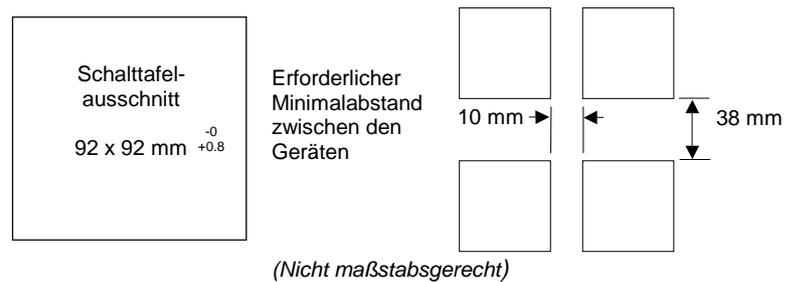

Abbildung F-2: Schalttafel-ausschnitt und erforderlicher Mindestabstand
1. Bereiten Sie den Schalttafel-ausschnitt nach den Angaben in Abbildung F-2 vor. Achten Sie darauf, dass Sie die nötigen Abstände zwischen den Geräten einhalten. Lassen Sie genügend Platz zu anderen Geräten, die durch Wärmeentwicklung die Funktion des Reglers beeinflussen könnten.